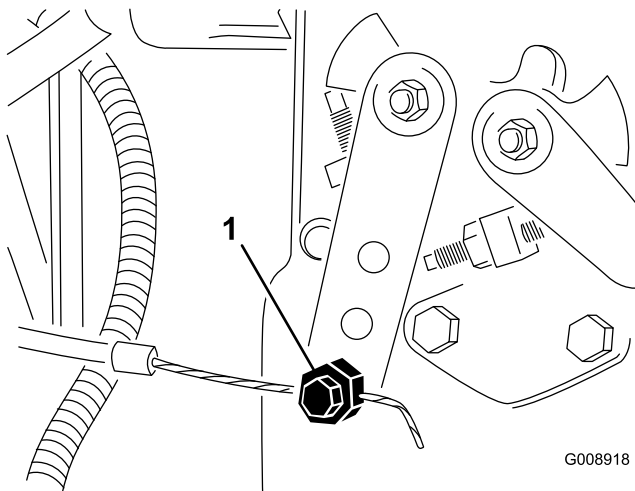

Bild 54
2. Lockern Sie den Anschluss des Gaszuges am Arm der Einspritzpumpe (Bild 54).